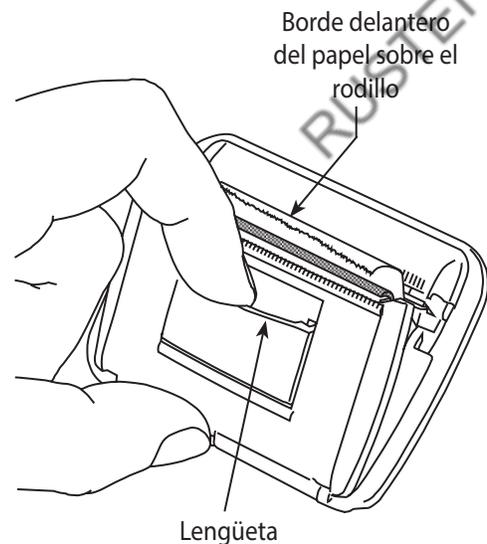

Figura 15
1. Retire la tapa de la impresora tirando de la lengüeta como se muestra en la figura 15.
8. Coloque la impresora en el espacio reservado del panel de control. Presione la cara de la impresora hasta enrasarla con el panel, orientada con la salida de papel en la parte superior de la impresora, como se muestra en la figura 15.